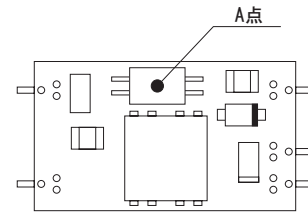

図7.1 強制通風時の温度測定箇所
①SU1R5
■強制通風時 (1m/s) は、図7.1のA点の温度が105°C以下となるように通風して、ご使用ください。